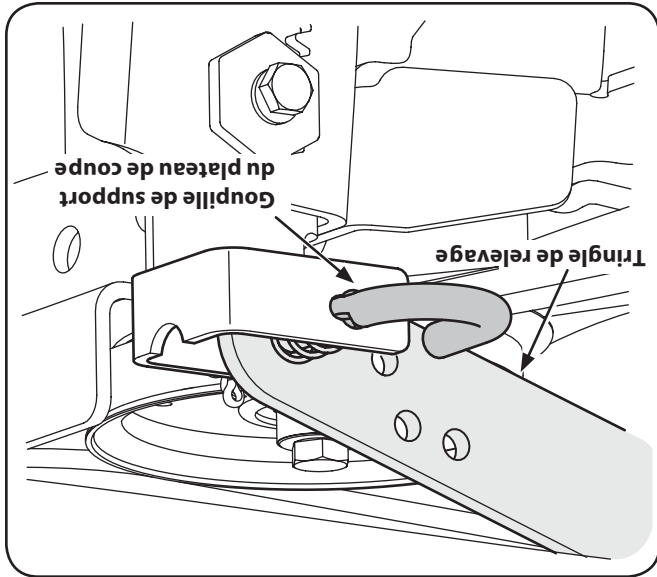

Figure 7-3
5. Sortez la goupille de support du plateau de coupe pour dégager le plateau de la tringle de relèvement. Voir la Figure 7-3.